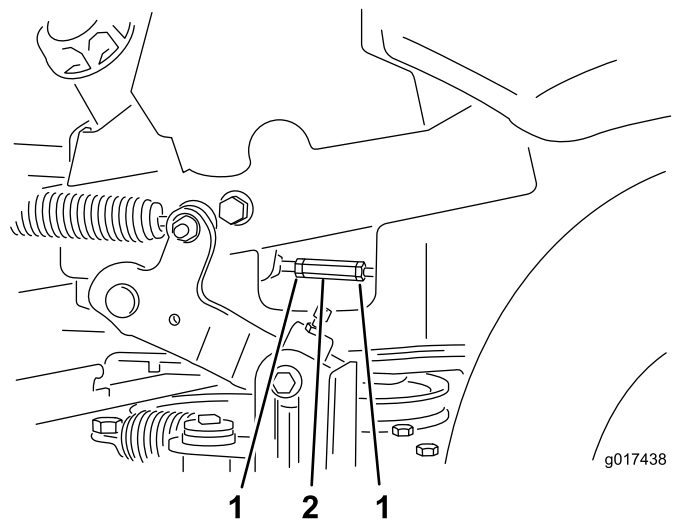

Figura 64
15. Ponga las palancas de control de movimiento en la posición de punto muerto. Ajuste las varillas de control de la bomba aflojando las dos contratuercas y girando la tuerca de ajuste en el sentido apropiado, hasta que las ruedas se muevan ligeramente en marcha atrás (Figura 64). Mueva las palancas de control de movimiento a la posición de marcha atrás y, aplicando una ligera presión a la palanca, deje que los muelles de marcha atrás devuelvan las palancas a punto muerto. Las ruedas deben dejar de girar o moverse muy lentamente en marcha atrás.
16. Apriete las dos contratuercas contra la tuerca de ajuste (Figura 64).